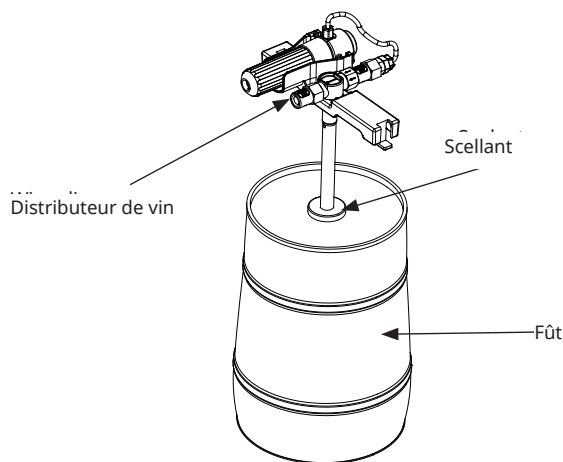

Figure 11
2. Alignez le tube d'aspiration du distributeur de vin (préinstallé en usine) verticalement avec le mastic d'étanchéité au centre du haut du fût de vin (veuillez vérifier ou changer le mastic d'étanchéité en fonction de la partie étanche du tonneau de vin) et appuyez sur le distributeur de vin à la main de manière à ce que le tube d'aspiration pousse le bouchon d'étanchéité à l'intérieur du fût. Le tube d'aspiration est ensuite rapidement inséré complètement dans le fût et un clic indique que le distributeur est correctement fixé au fût (figure 11).